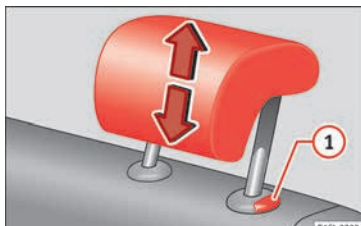

Abb. 117 Kopfstütze hinten ausbauen.
- Kopfstütze bei gedrückter Taste »» Abb. 117 ① ganz herausziehen.